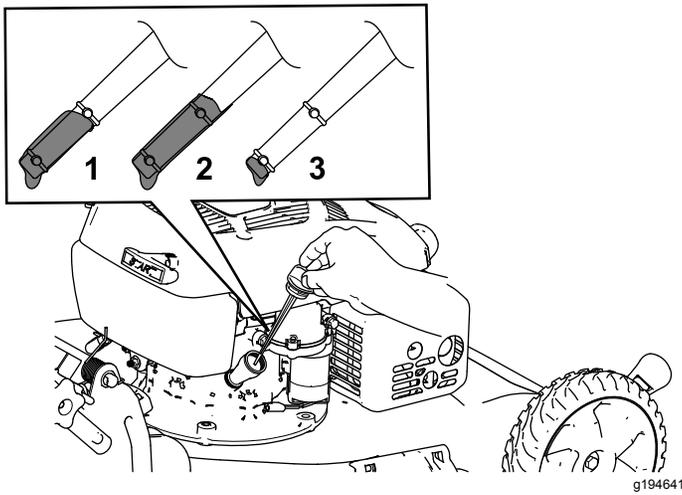

Figura 28
3. Retire la varilla girando el tapón en el sentido contrario a las agujas del reloj y tirando del mismo (Figura 28).